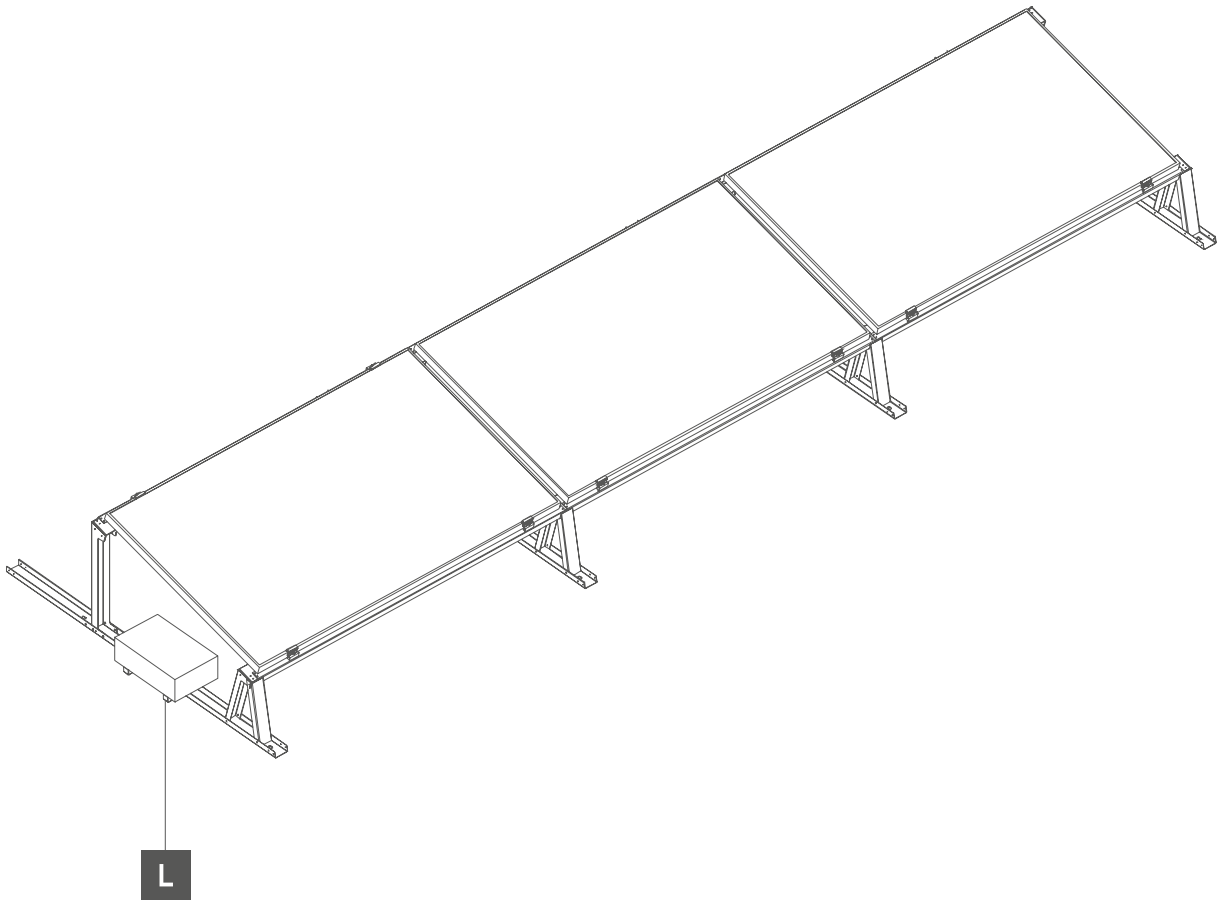

Abb. 10. Beispiel für die Anwendung einer Grundlage für einen Betonstein
- 9 Um den Betonstein zu stabilisieren, empfiehlt es sich, eine Grundlage für den Betonstein zu verwenden (Abb. 10).